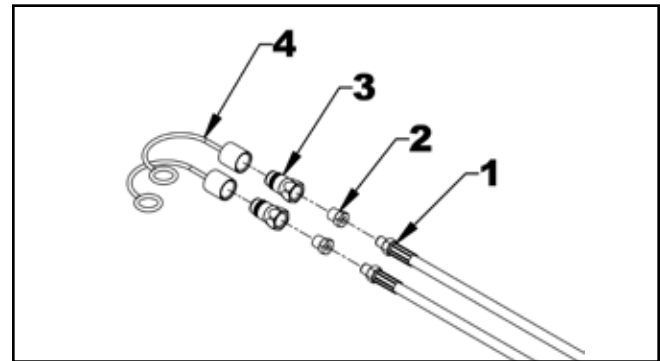

Figure 23. Assemblage du raccord rapide
3. Figure 23 : À l'aide d'un produit d'étanchéité pour filetage, installez un réducteur femelle 1/4 po NPT x mâle 1/2 po NPT (2), un raccord rapide mâle (3) et un capuchon anti-poussière (4) sur l'extrémité droite de chaque tuyau (1).